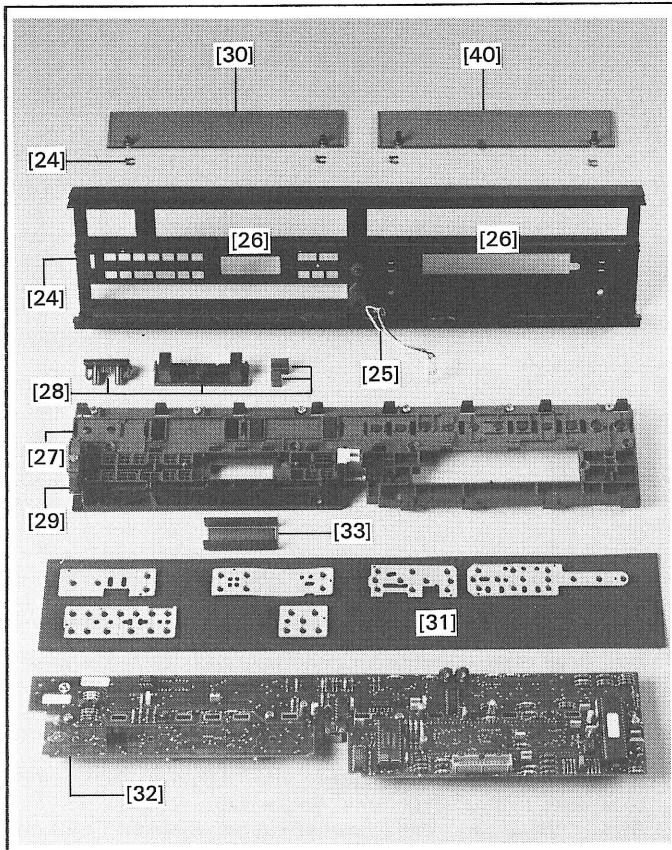
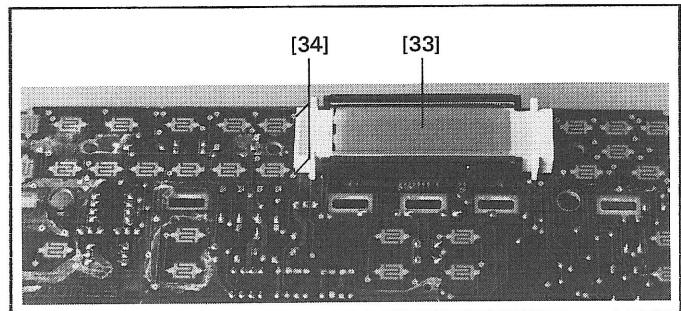

Fig.2.8
Fig.2.9
Beim Ausbauen des MICROPROCESSOR BOARD's kann das LC-Display (33) herausfallen! Bestehend aus einem kleinen Glasstück, liegt es auf zwei leitenden Gummistreifen (34), die wiederum nur auf dem MICROPROCESSOR BOARD aufliegen (Fig.2.8, Fig.2.9).